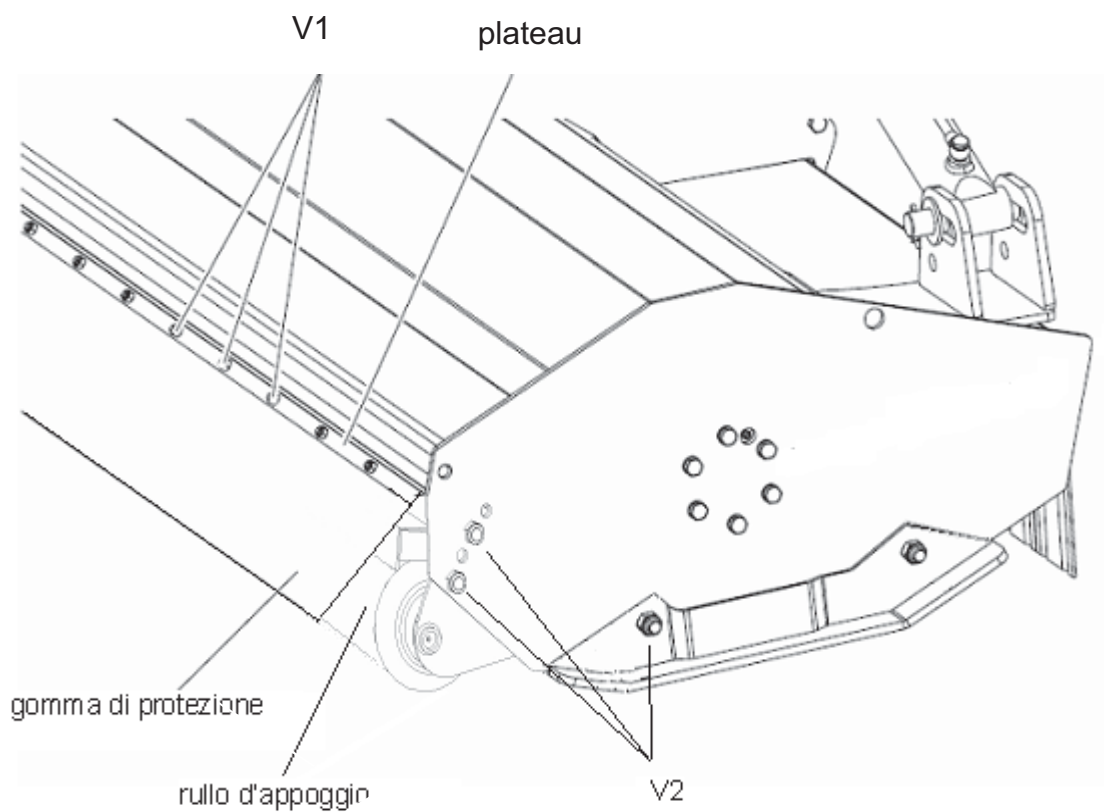

Fig. 3.2
- Bloquer le **rouleau** à l'aide des vis **V2** (3+3) sur les plaques latérales (fig. 3.2).
- Positionner le **caoutchouc de protection**, le **plateau** et bloquer à l'aide des vis **V1** (fig.3.2).